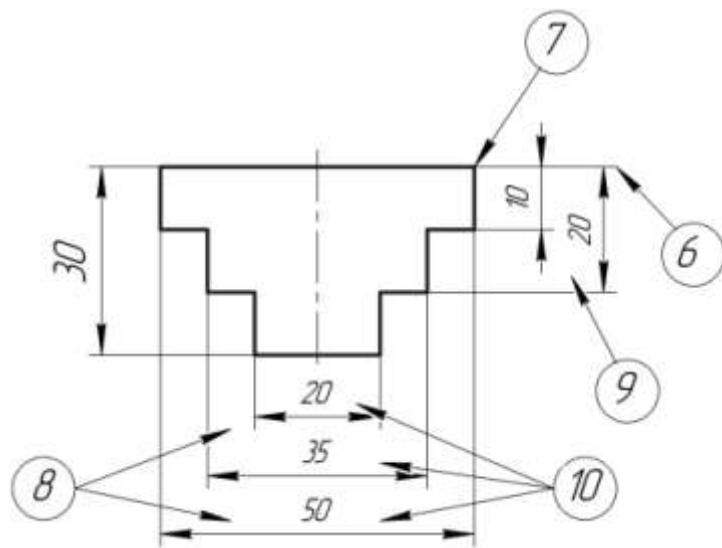

Рис. 1.7
- 6) Виносні лінії виходять за кінець стрілок розмірної лінії на 1...5мм (рис. 1.7).
- 7) Відстань від контуру деталі до розмірної лінії 10 мм. (рис.1.7).
- 8) Відстань між розмірними лініями 7...10 мм. (рис. 1.7).
- 10) При постановці розмірів один за одним стовпчиком розмірні числа розташовують біжче до середини розмірної лінії в шаховому порядку (рис. 1.7).